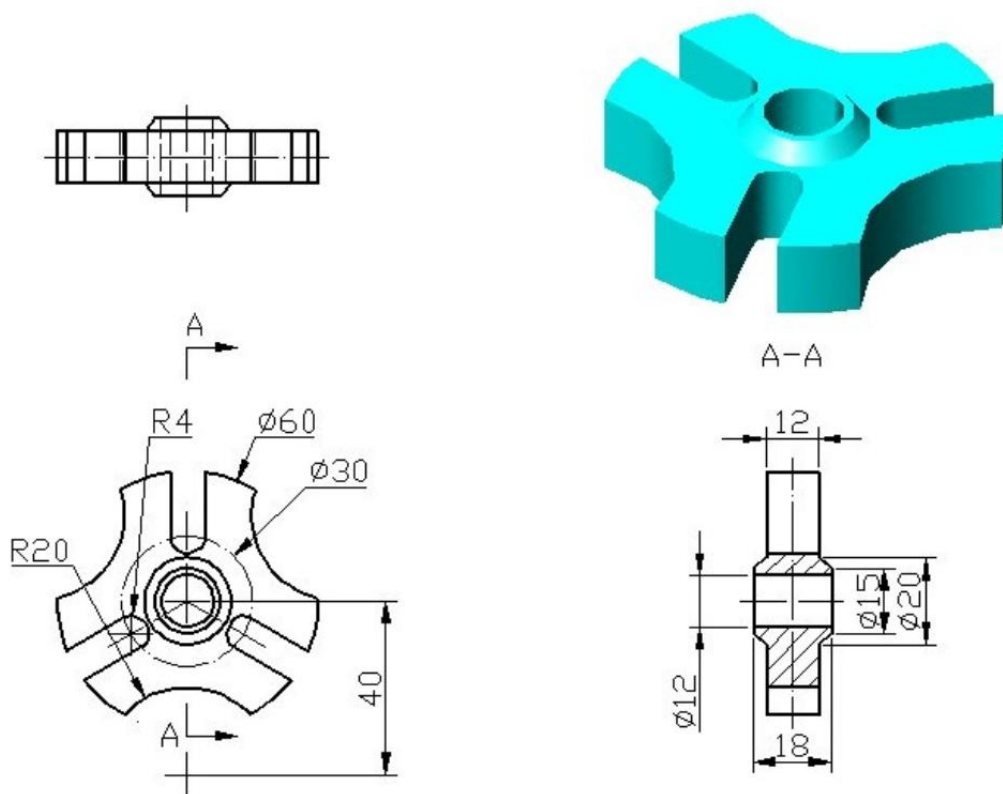

图 J1-3 三维零件 3
①在盘下建立考生文件夹，文件夹名称为“场次-工位号”，所有文件必须保存在考生文件夹中，否则记零分；
②文件名称为“J1-3”，保存在考生文件夹中；
③根据图 J1-3 所示尺寸完成三维建模；
④隐藏草图和创建的基准平面；
⑤考试过程中注意保存，考核结束时考试应立即停止操作，不得关闭电脑，离开考场。
(2) 实施条件